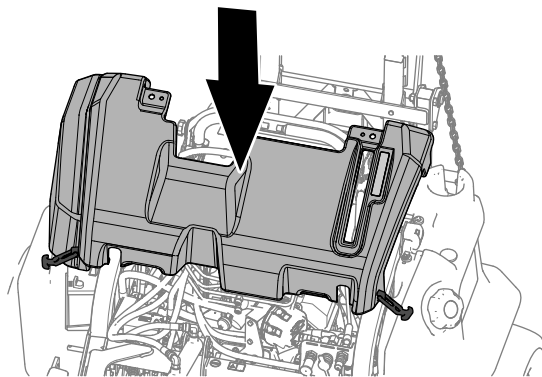

Figure 65
1. Reposez le capot sur la machine (Figure 65).